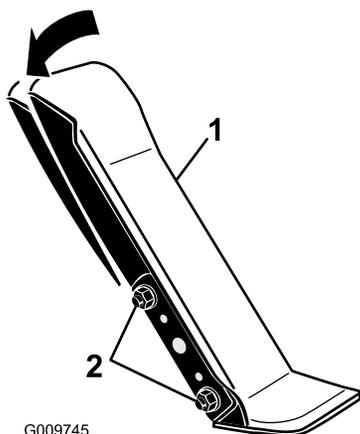

Рисунок 117
1. Ослабьте две гайки и болты крепления левой стороны педали тяги к кронштейну (Рисунок 117).
2. Поверните педаль под требуемым рабочим углом и затяните гайки (Рисунок 117).